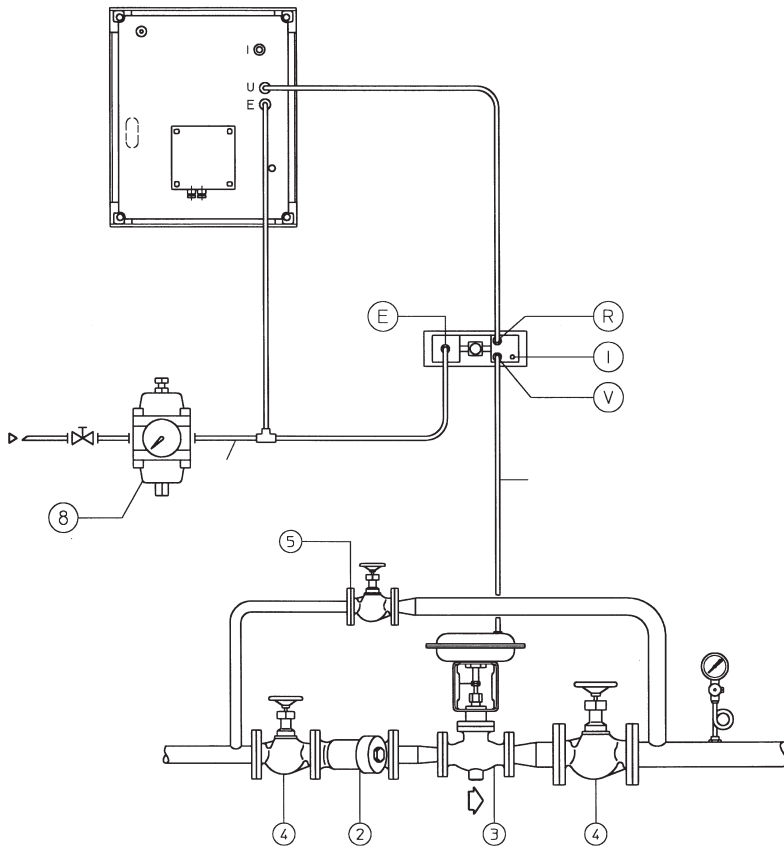

Fig. 5 - Schema tipico di installazione dei regolatori con pannello di commutazione auto-manuale
I **collegamenti pneumatici** da realizzare sono visibili in Fig. 4. Sul retro degli strumenti sono riportati gli stessi riferimenti indicati sullo schema per i vari attacchi pneumatici. Il collegamento alla valvola pneumatica di controllo, quando il regolatore è **provvisto di pannello auto-manuale**, è illustrato al paragrafo E; riferirsi a Fig. 5.
***Pneumatic piping arrangement** is shown in Fig. 4. On the back of controller case, same references for the various connections shown in pneumatic connections scheme are indicated. For control signal piping arrangement to pneumatic valve when an **auto-manual station** is used, see paragraph E making reference to Fig. 5.*
Il pannello di commutazione auto-manuale viene impiegato quando si desidera poter escludere la regolazione automatica e funzionare manualmente, oppure quando l'avviamento della regolazione si presenta difficoltoso. Il pannello di commutazione è composto da un commutatore a due posizioni (automatico e manuale), una manopola di regolazione e un manometro che indica il valore del segnale in uscita dal regolatore manuale. I collegamenti pneumatici da realizzare sono visibili in Fig. 5. Sul retro degli strumenti sono riportati gli stessi riferimenti indicati sugli schemi per i vari attacchi pneumatici.
Pneumatic connections are shown in Fig. 5. The same letters shown on schemes for pneumatic connections are indicated on the back of the instrument cases.